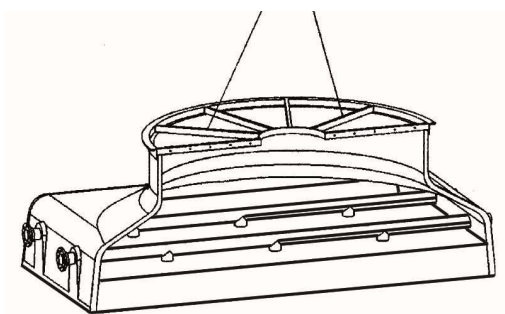

Fig. 7
- b) In the part not including the electric motor, hook a sling to two of the spokes (or to the eye bolts) of the fan supporting ring in the way shown on Figure 7.
- b) Dans la quatrième partie qui ne porte pas le moteur, accrocher une élingue, soit aux points d'élévation, soit à deux des rayons de l'anneau support du ventilateur comme il est indiqué sur la figure 7. Pour la manipulation et décharge de l'ensemble bassin-carcasse, on procédera de la même façon à ce qui est indiqué pour la tour en deux parties (figure 5).